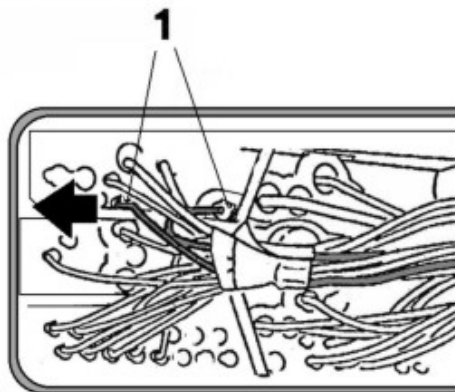

Bild 1.
5. Sätt i kabelbryggan i kabelsatskontakten XE2 (*bild 1*):